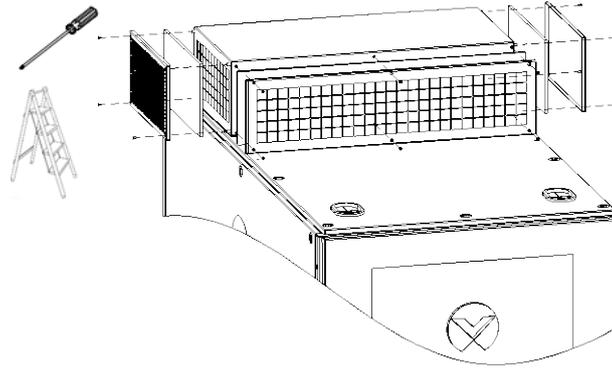

図 4-3 ECO ファン・モジュールのフィルタを外す
- 2) フィルタのカバーを固定しているネジ 14 本を外し、古いフィルタを外す(図 4-3)。